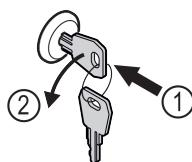

Fig. 160
- Vstavite ključ. Fig. 160 (1)
- Ključ obrnite v smeri proti urnim kazalcem za 90°. Fig. 160 (2)